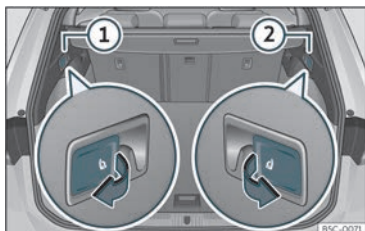

Fig. 112 Nel bagagliaio: leve per lo sblocco dello schienale posteriore.
- Tirare la leva di sblocco a distanza dal lato sinistro »» fig. 112 ① o destro ② dello schienale nel senso della freccia. Il lato sbloccato dello schienale posteriore si ribalta automaticamente in avanti.